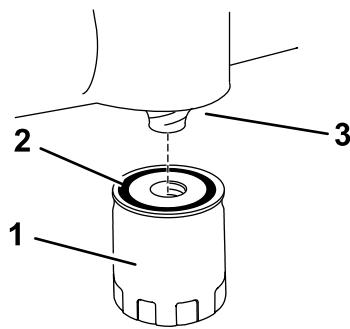

Figura 39
18. Girate il filtro in senso orario finché la guarnizione di gomma non tocca il cuscinetto, quindi serrate il filtro di altri 2/3 di giro o di un altro giro completo (Figura 39).